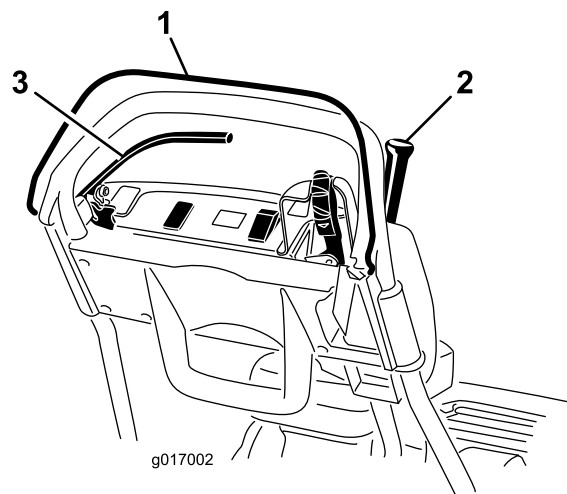

Figura 34
3. Con l'OPC rilasciato, tentate di innestare la leva di trazione (Figura 34). La leva di trazione non deve innestarsi. Se la leva di trazione si innesta, i microinterruttori di sicurezza necessitano di manutenzione. Correggete il problema prima di utilizzare la macchina, fate riferimento a Manutenzione del microinterruttore di sicurezza della trazione \(pagina 36\)
4. Con l'OPC premuto e la leva di trazione innestata, rilasciate l'OPC (Figura 34). La leva di trazione deve disinnestarsi. Se la leva di trazione non si disinnesta, i microinterruttori di sicurezza necessitano di manutenzione. Correggete il problema prima di utilizzare la macchina. Fate riferimento a Manutenzione del microinterruttore di sicurezza della trazione \(pagina 36\).
5. Con l'OPC premuto e la leva del cambio spostata a sinistra, innestate la trazione e la trasmissione del cilindro, rilasciate l'OPC (Figura 34). La leva di trazione deve disinnestarsi. Se la leva di trazione non si disinnesta, i microinterruttori di sicurezza necessitano di manutenzione. Correggete il problema prima di utilizzare la macchina, fate riferimento a Manutenzione del microinterruttore di sicurezza della trazione \(pagina 36\) o Regolazione del comando del cilindro \(pagina 40\)